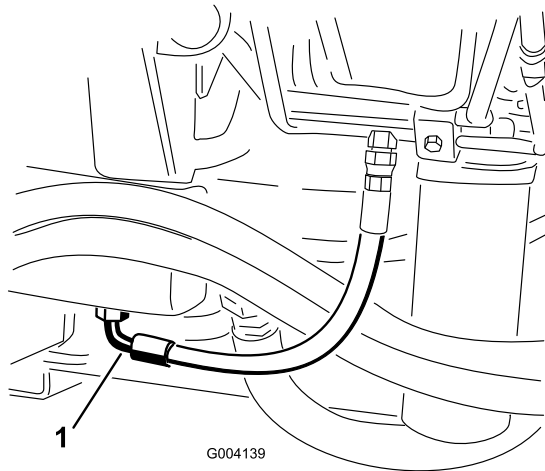

Figura 86
2. Coloque un recipiente grande debajo del acoplamiento situado en la parte inferior del depósito de fluido hidráulico (Figura 86).